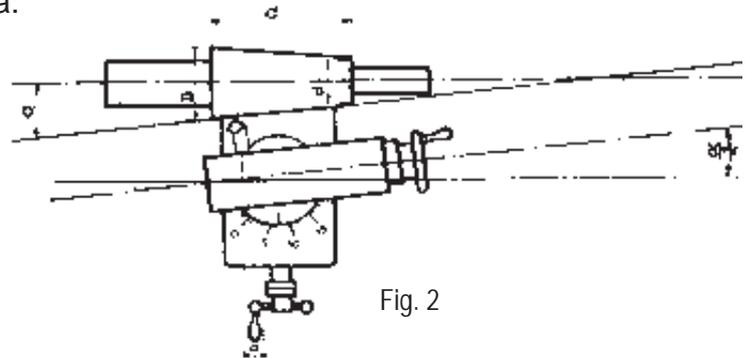

Fig. 2
1.- El número de grados ( $\frac{---}{2}$ ) para desviar el carro superior (fig. 2), es dado indirectamente por la fórmula:
a) La pieza de la fig. 2 tiene  $D = 43 \text{ mm}$ ,  $d = 27 \text{ mm}$  y  $C = 65 \text{ mm}$ . Calcular el ángulo de inclinación.